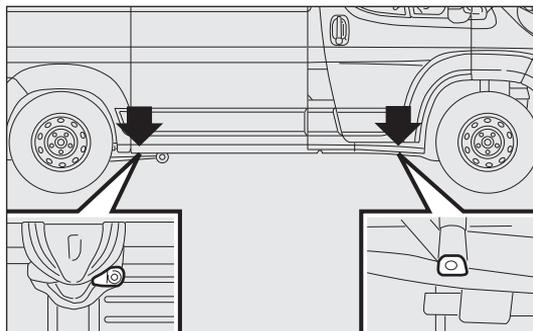
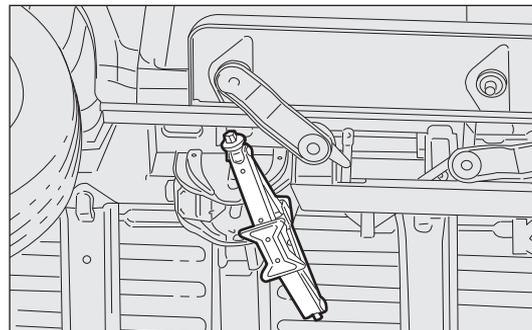

fig. 154
fig. 155
- coloque el gato a la altura del soporte de elevación más próximo a la rueda que deba cambiarse en los puntos ilustrados en la fig. 154. Para versiones con batalla corta con plataforma retráctil, el gato debe colocarse en el punto de elevación que muestra la fig. 155 orientado (45°) de tal forma que no interfiera con la plataforma retráctil;